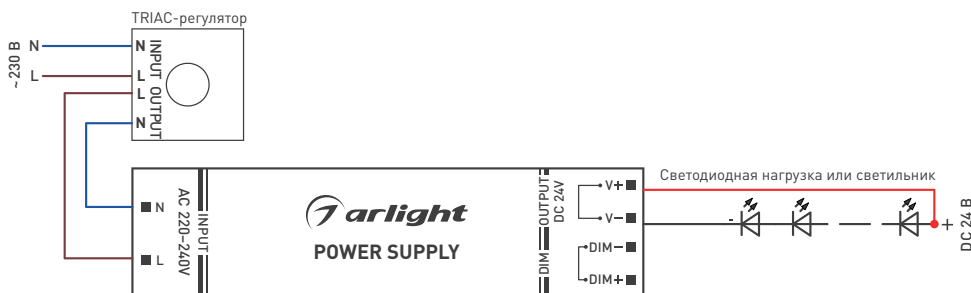

Рис. 1. Пример подключения источника питания с TRIAC-регулятором
- 3.6. Подключите провода обесточенной электросети или TRIAC-регулятора к входным клеммам источника питания со стороны **INPUT** (L — фазовая клемма, N — нулевая клемма) согласно схеме, поставляемой с TRIAC-регулятором [пример подключения приведен на рис. 1].